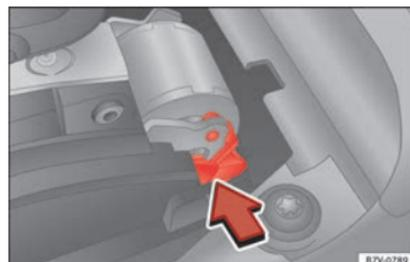

Abb. 51 Wählhebelsperr notentriegeln.
- Entriegelungshebel »» **Abb. 51** in Pfeilrichtung drücken und in dieser Position halten.